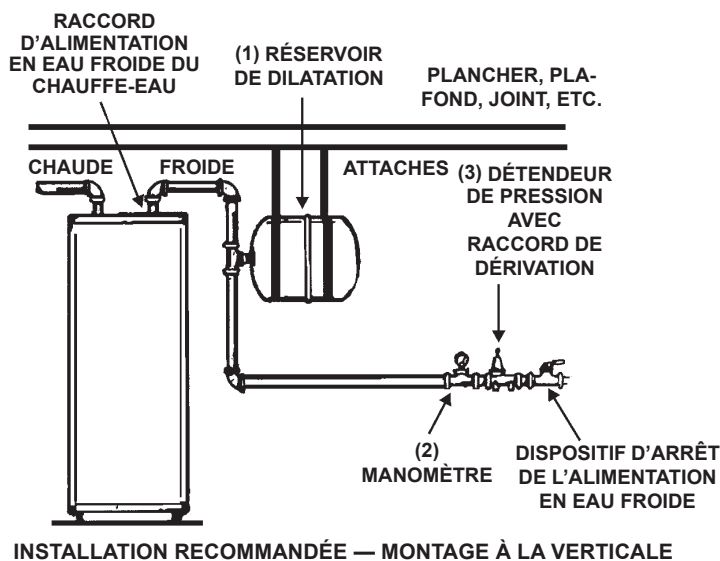

FIGURE 2.
3. Le réservoir de dilatation est conçu pour être retenu par un système de tuyauterie en position verticale. Si, toutefois, le réservoir de dilatation doit être installé à l'horizontale, comme l'illustre la figure 2, il doit être retenu par des attaches appropriées (non fournies).